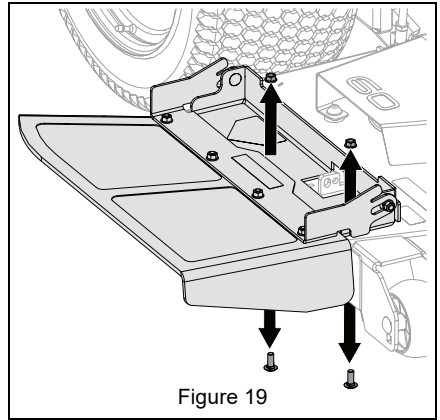

Figure 19
1. Retirer et conserver deux boulons à tête ronde à collet carré et deux écrous à embase à blocage central de fixation de la goulotte d'éjection au carter. Déposer la goulotte d'éjection et la conserver pour le fonctionnement sans ensacheuse. Voir Figure 19.